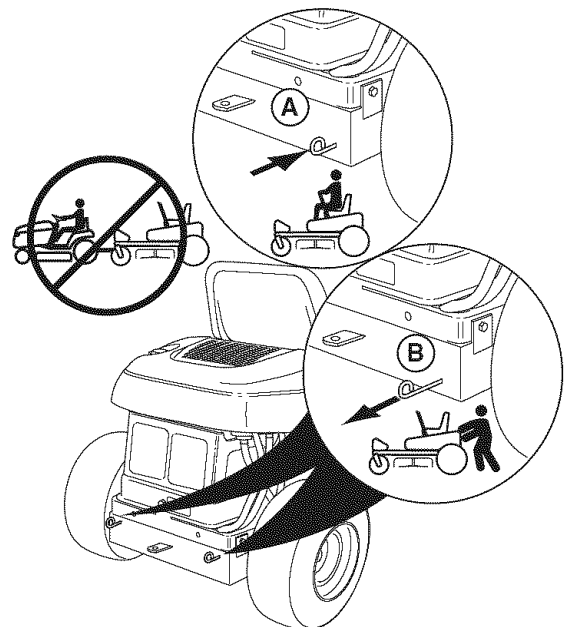

Figura 3. Palanca de Desembrague de la Banda
2. Localice las palancas de liberación de la transmisión (A y B, Figura 3) en la parte posterior de la unidad.
3. Jale ambas palancas hacia atrás y hacia abajo para liberar la transmisión (posición B, Figura 3).
5. Después de mover el montable, coloque las palancas de control de velocidad de suelo en la posición de PARK (parado) y empuje las dos palancas de liberación de la transmisión hacia adelante para volver a engranar la transmisión (posición A, Figura 3).